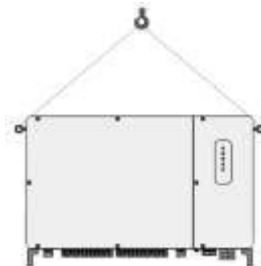

Fig. 4-8 Izado del inversor
- 3) Eleve el inversor, y deténgase para comprobar la seguridad cuando el inversor esté a 100 mm por encima del suelo (Fig. 4-8). Continúe izando el dispositivo hasta el destino después de garantizar la seguridad.